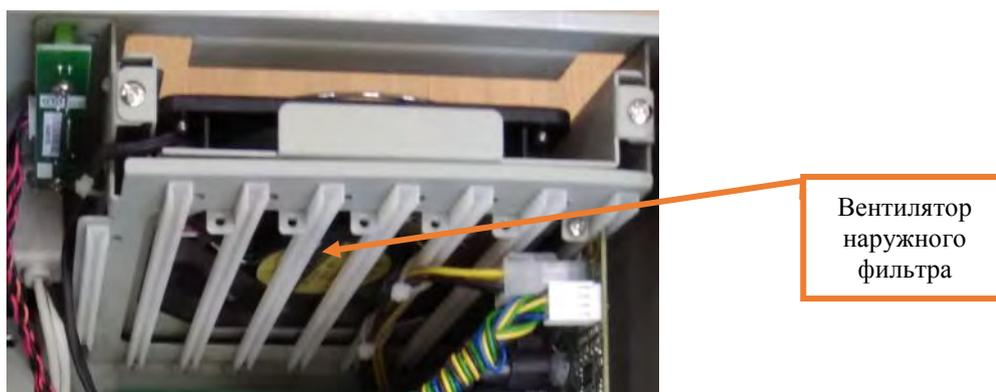

Рисунок 7. Очистка вентилятора наружного фильтра.
7.1.11. Произвести очистку вентилятора, установленного с обратной стороны наружного фильтра, расположенного на лицевой панели системного блока с помощью электрического пылесоса (Рисунок 7).